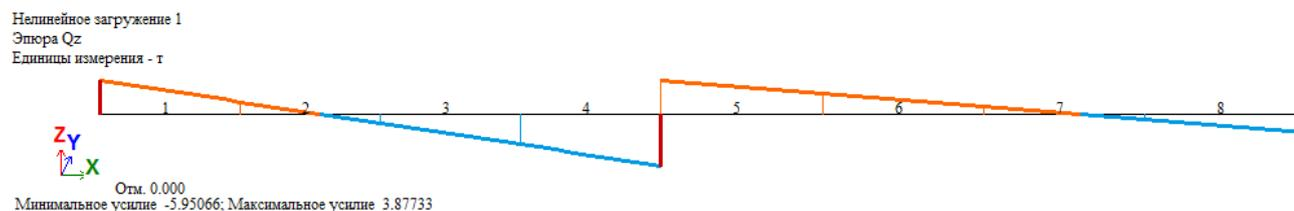

Рис.7.27. Эпюры поперечных сил Q_z
- Для вывода эпюры **Q_z** (рис.7.27), щелкните по кнопке  – **Эпюры поперечных сил Q_z** (панель **Усилия в стержнях** на вкладке **Анализ**).